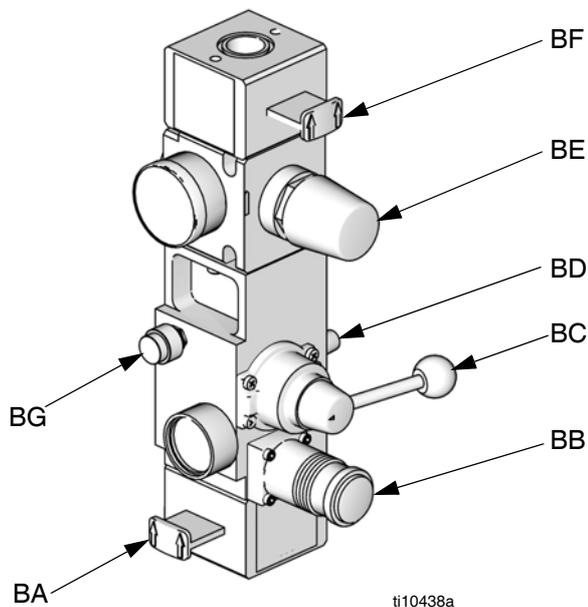

ABB. 3. Integrierte Luftregler
| G | Integrierte Druckluftsteuerung (siehe ABB. 3) | U | Druckluftentlastungsventil (nicht enthalten) |
- G Integrierte Druckluftsteuerung (siehe ABB. 3)